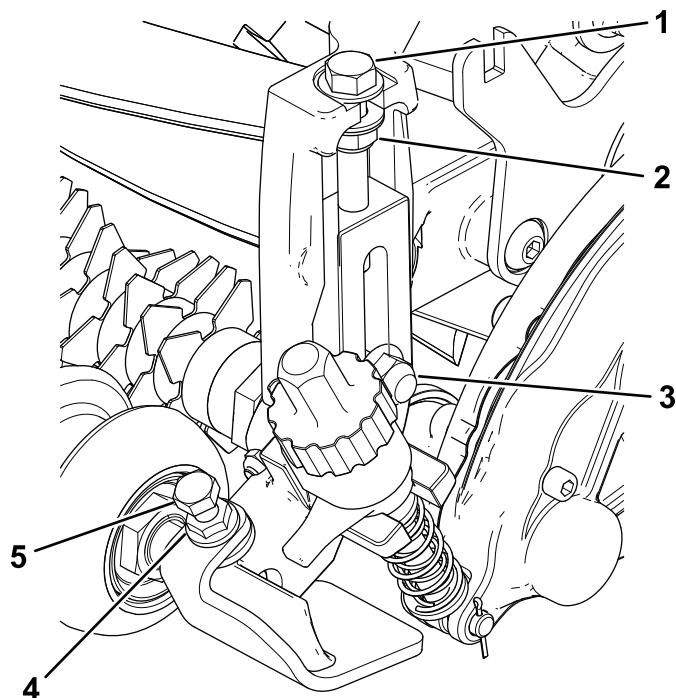

Bild 14
4. Ziehen Sie die Schlossschrauben und Sicherungsmuttern an, mit denen die Schneidhöhenhalterungen an der Seitenplatte befestigt sind (Bild 14).
5. Ziehen Sie die Sicherungsmutter an der Schnitthöhen-Einstellschraube fest, und lösen Sie die Mutter dann wieder um eine halbe Umdrehung (Bild 14).
6. Zentrieren Sie die Frontrolle zwischen den Schnitthöhenhalterungen (HOC) und arretieren Sie sie mit den Kopfschrauben und Bundmuttern an den Halterungen (Bild 14).